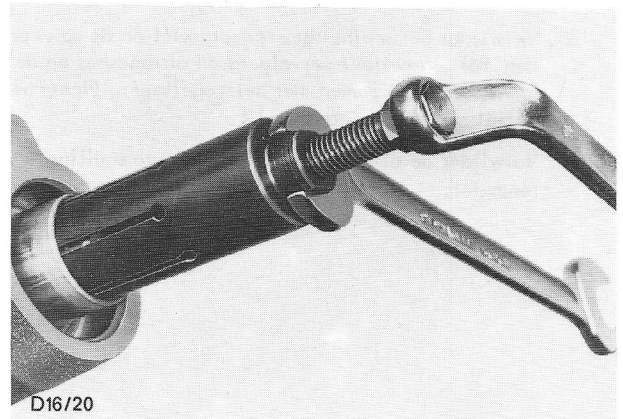

Fig.93 Staartstuklager met Speciaal Gereedschap G3-7041-A verwijderen.
14. Trek de lagerbus uit het staartstuk m.b.v. Speciaal Gereedschap G3-7041-A (fig.93).